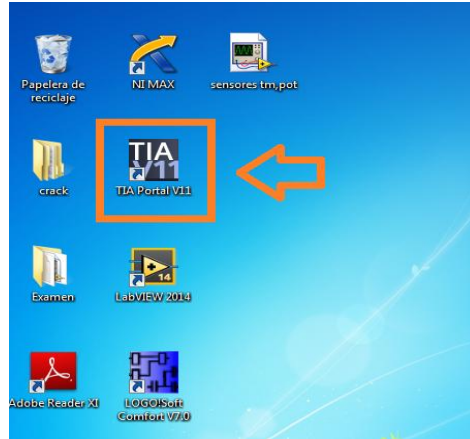

Figura 56: Programa TIA PORTAL.
5. A continuación seleccionar el programa TIA PORTAL para la configuración de conexión de LOGO 230RCE a PLC 1200 Figura 56.